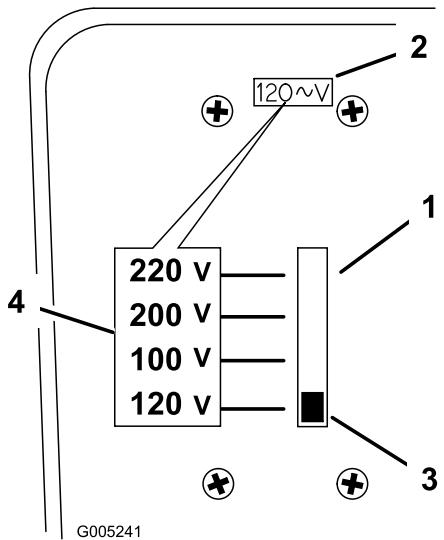

図 14
1. チャージャの裏面にある電圧セレクタを探し出してください(図 14)。
2. 選択スイッチを上下に動かして、電源の電圧に合わせる(図 14)。